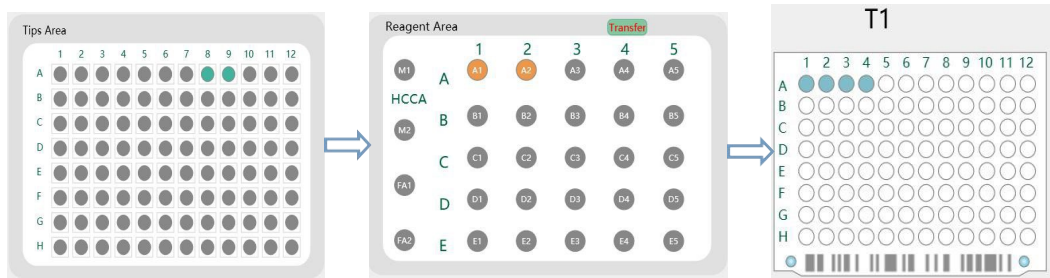

Рисунок 5.27 Процесс операции
2) Когда количество выбранных пятен в целевой пластине кратно количеству в области реагента, режим по умолчанию — метод множественной выборки. В это время рисунок 5.27 показан ниже: